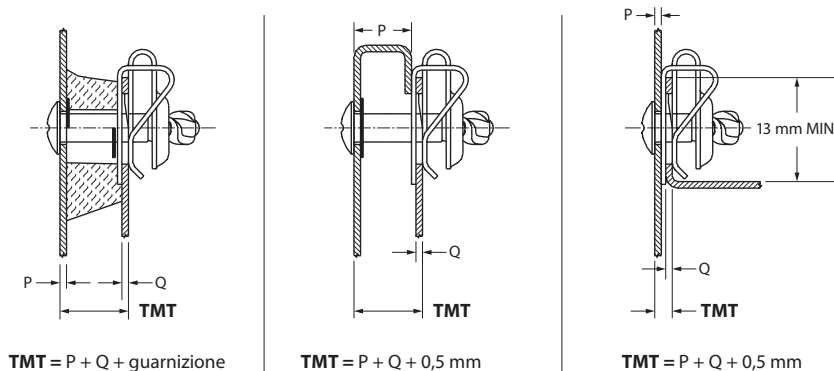

Figura 1: Spessore totale materiale (TMT)
1. Calcolare lo spessore totale del materiale (TMT) facendo riferimento alla Figura 1 sotto.